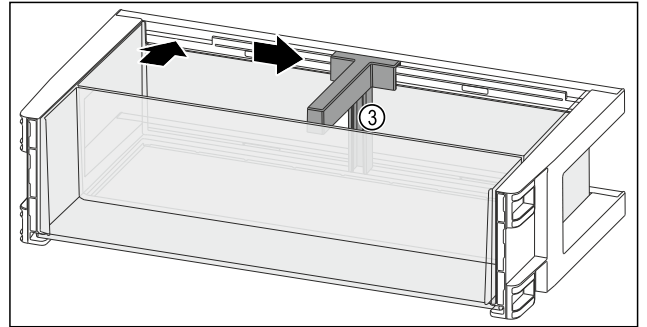

Fig. 126
- Şişe yerlerini Fig. 126 (3) çıkıntıya yerleştirin.
- Şişe yerlerini Fig. 126 (3) istediğiniz konumda yana itin.